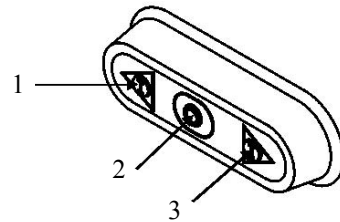

ABB. Nr.8 - Steuerapparat
3. Das Fleisch auf dem Trichter stellen (8), danach die Maschine durch den Steuerknopf "I" (punkt. 2 - ABB. Nr.8) in betrieb setzen;
4. Der Stoßel aufheben (7) und das Produkt in der Pinole hineinstecken; den Stoßel benutzen, nur um die Einfügung des Fleisches in dem Fleischwolf zu helfen;
6. An der Ende der Schnittbearbeitung die Maschine durch den Schaltknopf "0" ausschalten (siehe ABB. Nr. 8), dann, die Fleischwolfeintritt abmondieren und alle Teile reinigen (siehe ABB. Nr. 1).
7. Im Fall Klemmen oder Problemen von Vermahlung die Maschine ausschalten und auf die Umkehrsteuerung "I" in Zeitabstände drücken (Punkt. 1 - ABB. Nr. 8); dann die Maschine wiederanschalten durch den Schaltknopf Start "I" (Punkt 2 - ABB. Nr. 8).
2. Der Reibhebel aufheben (15) und das Produkt in der Reibeiseneintritt stellen während es mit dem Reibhebel blockiert wird. Die Menge Produkts in der Reiböffnung muß nicht die Sperrung des Hebels verhindern;
3. Machen sich sicher, daß die Unterlegschale (12) richtig gestellt ist (das heißt, bis an dem Maschinehauptteil zu stoßen), so daß das Mikro reagiert und das Inbetriebsetzung der Maschine erlaubt.
4. Die Maschine durch dem Steuerknopf "I" (punkt 2 - ABB. Nr. 8) in Betrieb setzen;
5. An der Ende der Bearbeitung die Maschine durch der Steuerknopf "0" ausschalten (siehe ABB. Nr. 8), dann die Reiböffnung abmondieren und alle Teile reinigen (siehe Paragraph 6.2).
6. Im Fall Klemmen oder Sperre der Walze die Maschine ausschalten und auf die Umkehrsteuerung "I" in Zeitadständen drücken (Punkt. 1 - ABB. Nr. 8); dann die Maschine wiederanschalten durch den Schaltknopf Start "I" (Punkt 2 - ABB. Nr. 8).
- 1 Die Maschine durch den Schaltknopf "I" (Punkt 2 - ABB. Nr. 8) in Betrieb setzen und dann sie durch den Schaltknopf "0" (Punkt 3 - ABB. Nr.8) stoppen;
Die Maschine ist mit einem der Leistungsaufnahme angemessenen Speisekabel (Durchmesser $5 \times 1,5 \text{ mm}^2$), Länge 1,5 m. Die Maschine 400 Volt 50 Hz durch einen (CEI) Stecker (roten) dreiphasig schalten, und ein 10A, $\Delta I = 0,03\text{A}$ differential-thermomagnetischer Schalter dazwischenlegen. Dann, machen sich sicher, daß die Erdanlage gut arbeitet. Bevor die Maschine dem dreiphasigen Stromnetz zu schalten, die Drehrichtung des Trichters und der Reibwalze durch den Schaltknopf "I" prüfen (Punkt 2 -ABB. Nr. 8). Dann die Maschine durch den Schaltknopf "O" anhalten.